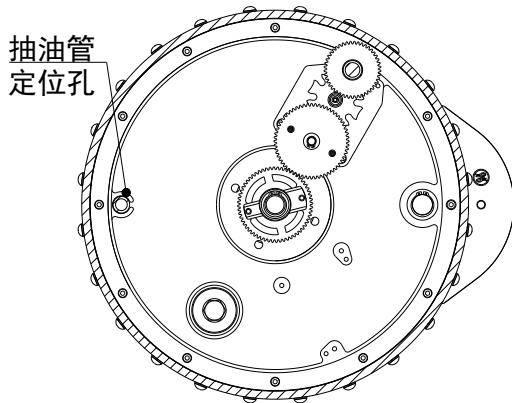

图 5-21
- 将抽油管从上方装入油室筒底的定位孔中 (图 5-21)。